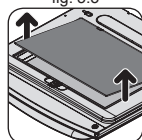

fig. 5.4
3. Retire o vidro interno (fig. 5.4) e limpe os vidros e a porta com esponja, detergente neutro e água.